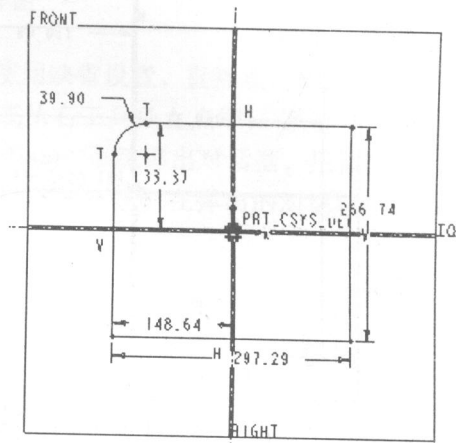
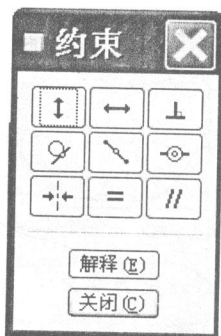
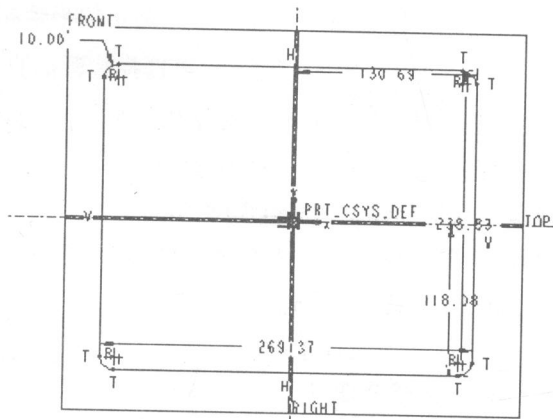

图 1-14 绘制圆角
图 1-15 几何约束对话框
图 1-16 使 4 个圆角半径相等
(4) 接着点击“草绘”(Sketch)→“圆角”(Fillet)→“圆形”(Circular)或从右工具条上点取 ，右边的箭头说明，该功能有子工具条，在矩形的左上顶点附近，依次用左键点取最上边和最左边，即可生成圆角，如图 1-14 所示。按鼠标中键结束该功能。再连续画出其余三个圆角。
(5) 系统自动为圆角标注出了尺寸，尺寸颜色显示为灰色，用左键双击尺寸数字，将尺寸数字修改为 10。
(6) 约束 4 个圆角的半径尺寸全部为 10。点击“草绘”(Sketch)→“约束”(Constrain)或点击右工具条上按钮 ，出现几何约束对话框，如图 1-15 所示，点取相等按钮 ，然后首先选择左上角圆弧，再选择右上角圆弧，则右上角圆弧半径也变为“10”。同样地处理下面的两个圆弧。结果如图 1-16 所示。矩形四个顶点附近的 R_1 提示 4 个圆弧的半径是相等的。